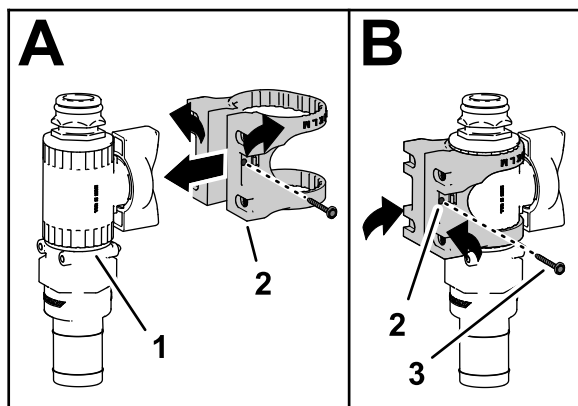

Figura 27
5. Monte el soporte de la válvula en la válvula de control, como se muestra en la **Figura 27**, A.
6. Sujete el soporte de la válvula a la válvula de control con el tornillo con arandela prensada (N.º 6), y apriete el tornillo a mano (**Figura 27**, B).